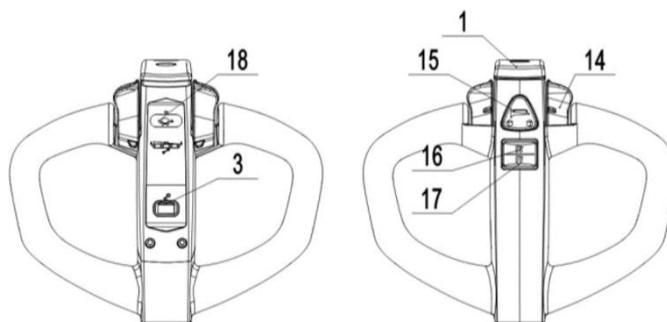
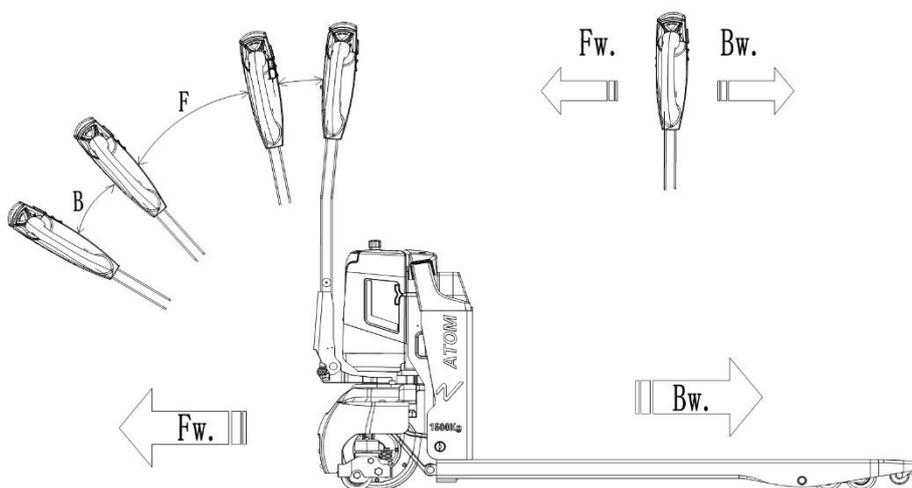

Рис.7: Рукоятка управления
Рис. 9: Направление движения
Удостоверьтесь, что груз находится на паллете, и ежедневная проверка проведена. Вставьте магнитный ключ (рис. 7, поз. 3) в отверстие на рукоятке тележки. Проверьте работу звукового сигнала нажатием на соответствующую клавишу (рис. 7, поз. 15).
Тележка оснащена электромагнитным предохранительным и парковочным тормозом. По окончании работы опустите вилы в нижнее положение. Вытащите магнитный ключ (рис. 7, поз. 3).
Разместите тележку с полностью опущенными вилами под паллетом. Нажмите кнопку подъема (рис. 7, поз. 16), до тех пор, пока не будет достигнута требуемая высота подъема.
Опускание груза производится путем нажатия клавиши (рис. 7, поз. 17). Полностью опустите вилы, убедитесь в отсутствии препятствий позади тележки и аккуратно откатите тележку из-под груза.
После запуска тележки при помощи магнитного ключа переведите ручку в рабочее положение («F», рис. 9)
Отклоните маховики управления в нужном направлении «вперед» («Fw», рис. 9) или «назад» («Bw», рис. 9). Контролируйте скорость передвижения с помощью маховиков (рис. 7, поз. 14) для достижения требуемой скорости.
Нажмите на кнопку замедленного хода с пиктограммой «черепахи» (рис. 7, поз. 18) для перевода тележки в режим перемещения на малой скорости. Повторное нажатие на клавишу вернет тележку в стандартный режим. Нажмите и удерживайте клавишу в течение 2-х секунд для включения режима работы тележки с ручкой, расположенной в вертикальном положении в условиях узкого пространства.
- Переключение лепестков управления (рис. 7, поз. 14) обратно в начальное положение или освобождение лепестков активирует систему торможения. Тележка тормозит до полной остановки.
- При переключении лепестков управления (рис. 7, поз. 14) из положения «движение в одном направлении» в положение «движение в противоположном направлении», тележка постепенно тормозит, пока не начнет движение в противоположном направлении.